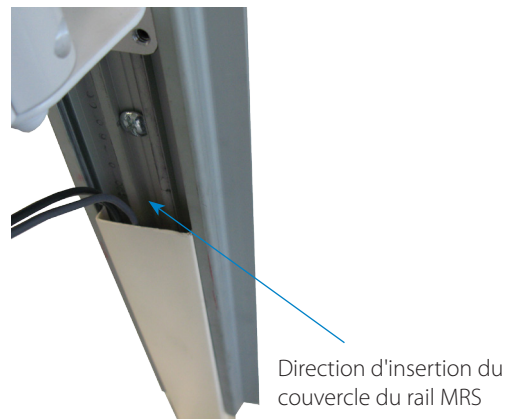

Figure 2
1. Acheminez les câbles par le centre du rail MRS et non pas les côtés. (**Figure 2**)